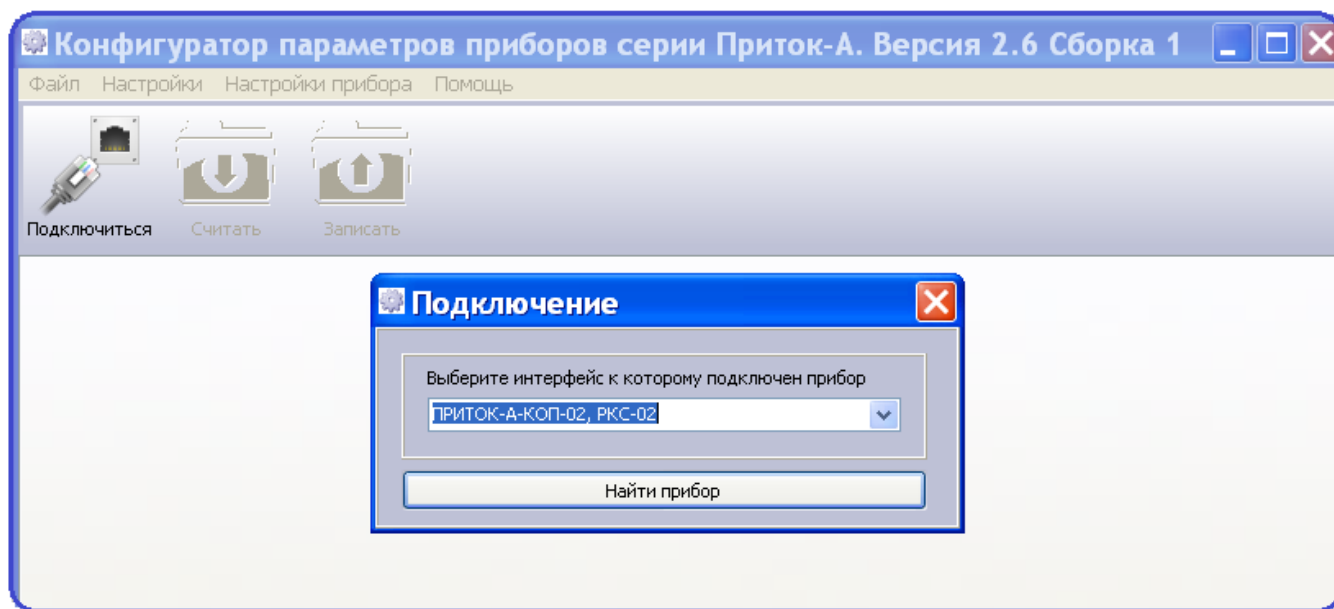

Рисунок 3.
1) Запустите программу PrtUniProg. В левом верхнем углу окна программы нажмите кнопку «Подключиться». В появившемся окне «Подключение» выберите пункт «ПРИТОК-А-КОП, РКС-02» и нажмите кнопку «Найти контроллер» (см. рис. 3). Дождитесь завершения чтения параметров от КОП-02.